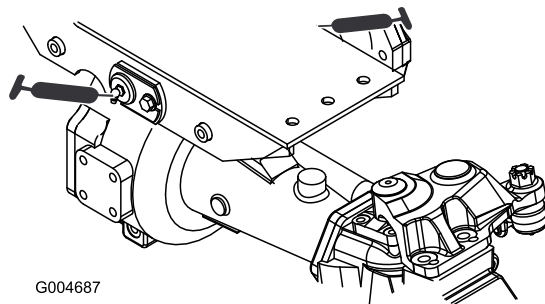

Figura 77
- 2 boccole orientabili dell'assale anteriore e posteriore (Figura 77)